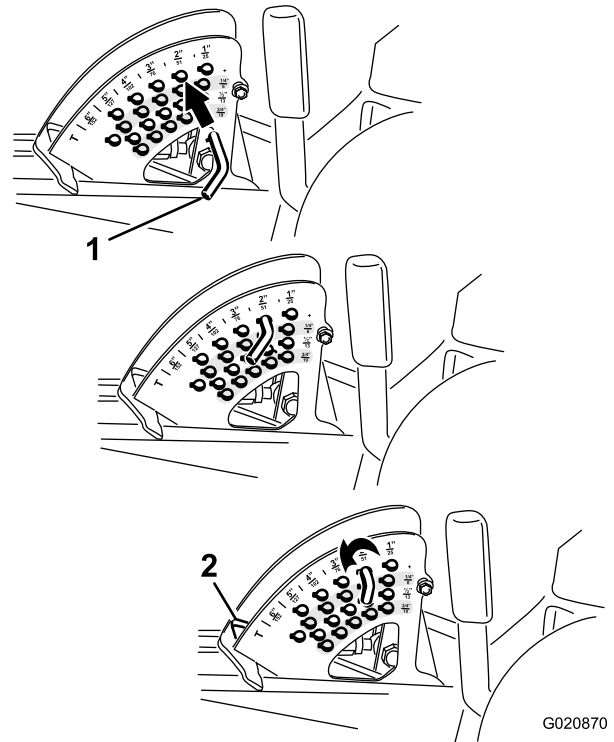

Figure 20
Remarque: Pour bloquer le plateau de coupe en position relevée, levez le plateau au-delà de la position 15 cm, retirez la goupille de butée de hauteur de coupe et placez-la à la position 15 cm (Figure 20).
2. Pour régler la hauteur de coupe, tournez la goupille de butée jusqu'à ce que la goupille cylindrique située à l'intérieur soit alignée sur les trous du support de hauteur de coupe et déposez-la (Figure 20).
3. Placez la goupille dans le trou du support correspondant à la hauteur de coupe voulue et tournez-la pour la verrouiller en place (Figure 20).
Remarque: Il y a 4 rangées de trous (Figure 20). La première rangée donne la hauteur de coupe indiquée au-dessus de la goupille. La deuxième rangée donne la hauteur indiquée plus 6 mm. La troisième rangée donne la hauteur indiquée plus 12 mm. La dernière rangée donne la hauteur indiquée plus 18 mm. Un seul trou, situé dans la deuxième rangée, correspond à la hauteur 15,8 cm. Il n'ajoute pas 6 mm à la hauteur de 15,8 cm.